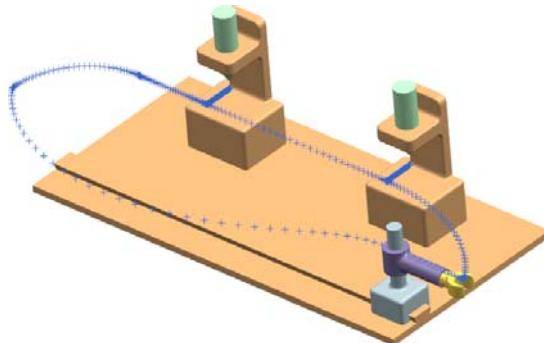

图 10.3.14 追踪结果
(2) 激活测量检查和暂停。在该对话框中选中  追踪 复选框，然后单击“播放”  按钮，此时机构开始运行并显示追踪结果，如图 10.3.14 所示。
(3) 单击 **确定** 按钮，完成追踪操作。